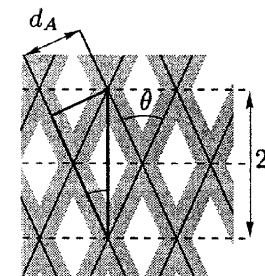

Рис. 9
1. Расстояние между полосами l будет равно половине длинной диагонали ромба, образованного пересечениями центров линий (рис. 9). Поскольку из геометрии $nl = S = L / \cos(\theta/2)$, то: